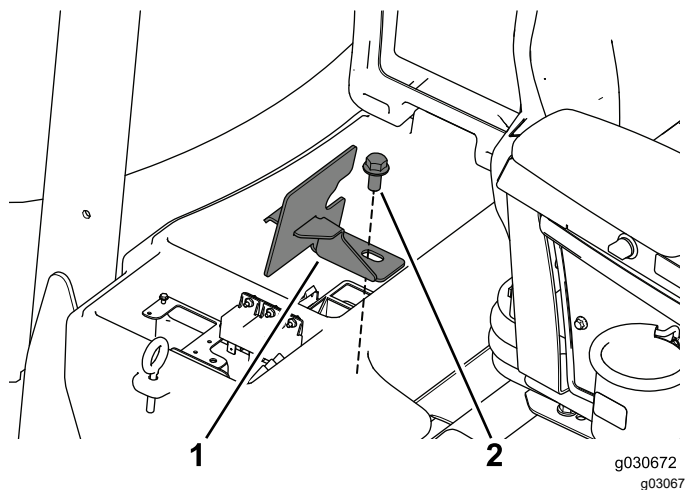

Figura 6
5. Retire e guarde o parafuso e a braçadeira do compartimento da bateria (Figura 6).